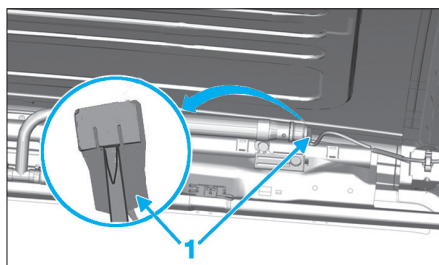

Fig. 8
- A l'aide d'un petit tournevis plat, déverrouiller le connecteur (1) puis le débrancher (Fig.8).